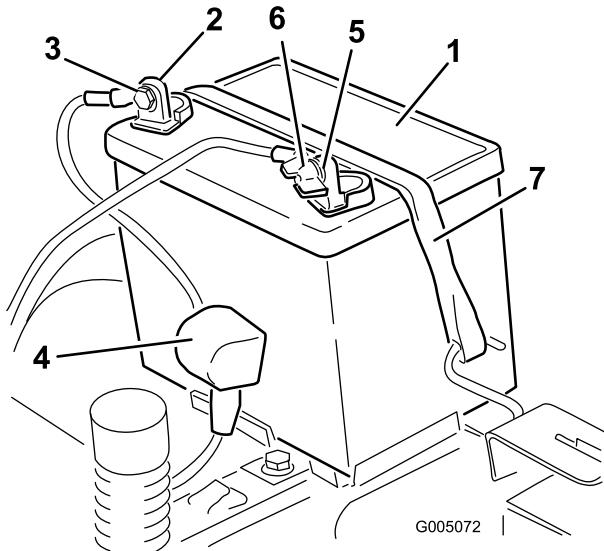

Figura 47
4. Desligue o cabo negativo (preto) do polo da bateria (Figura 47).
6. Desligue o cabo positivo (vermelho) do pólo da bateria (Figura 47).
7. Retire o suporte da bateria (Figura 47) e levante a bateria para a retirar da respectiva plataforma.
1. Posicione da bateria no tabuleiro (Figura 47).
5. Prenda a bateria ao suporte (Figura 47).